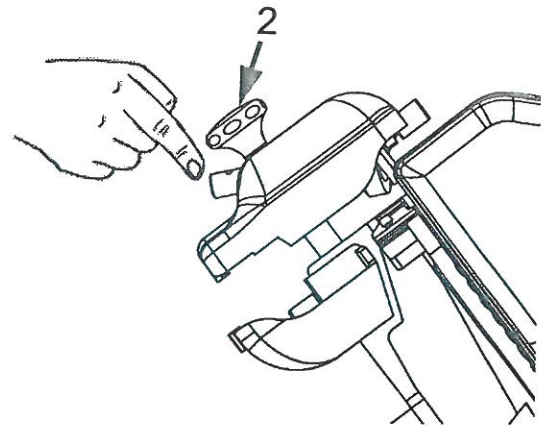

Abb. 47
6. den Knopf 2 Abb. 47 drücken, das Schneideblatt zwischen den Schleifscheiben ungefähr 30/40 Sek. drehen lassen, bis sich auf der Klinge ein leichter Grat bildet;